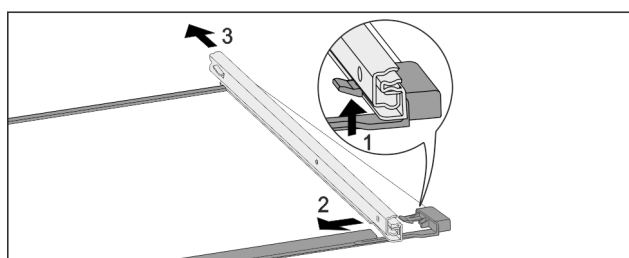

Fig. 241 Tablette en verre avec rails
- Pousser le crochet d'enclenchement avant vers le bas. Fig. 241 (1)
- Pousser le rail télescopique vers le côté Fig. 241 (2) et vers l'arrière Fig. 241 (3).